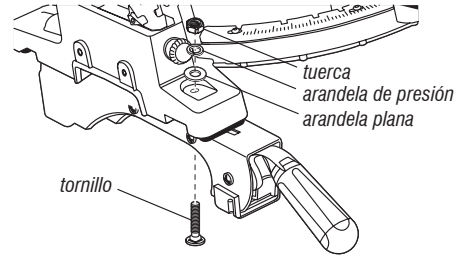

Fig. 6 – Fijación de la sierra de escuadra en el soporte
1. Monte la sierra de escuadra en los soportes de montaje de liberación rápida usando los tornillos del kit (N) (Fig. 6).